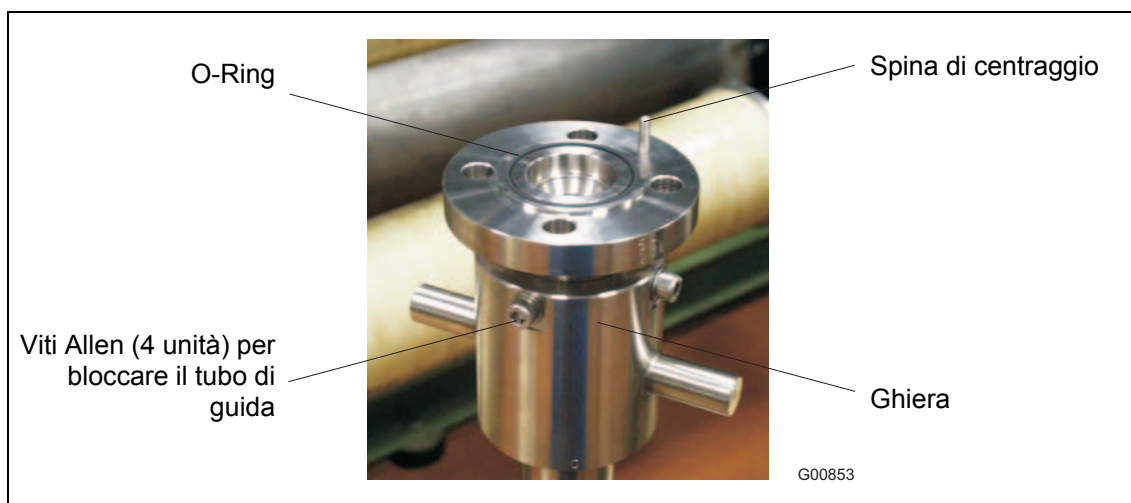

Fig. 13
- Collocare l'O-Ring (55 x 3 mm [2,16 x 0,12 inch]) nella sua sede (Fig. 13). L'O-Ring e le viti sono in dotazione.